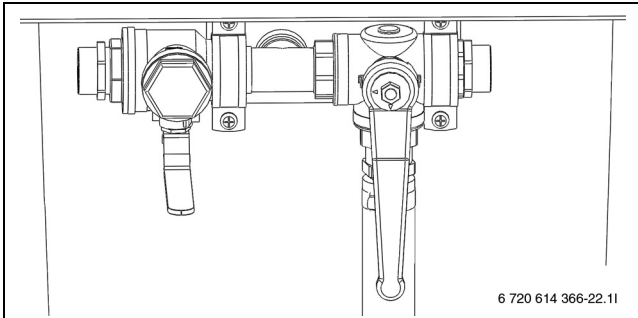

Рис. 23 Заполняющая станция в положении смешивания
- ▶ Установите краны заполняющей станции в положение смешивания (→ рис. 23).